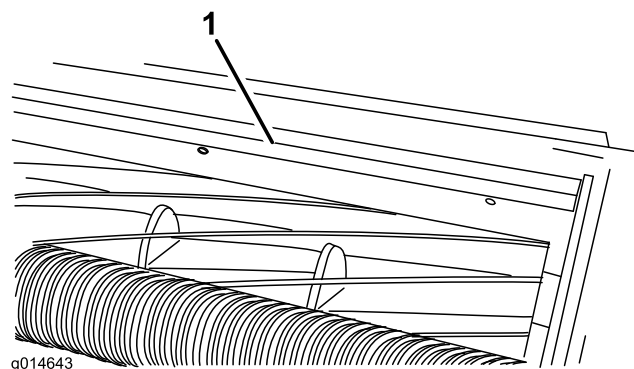

図 9
1. バー図 9をカッティングユニットに固定しているボルトをゆるめる。